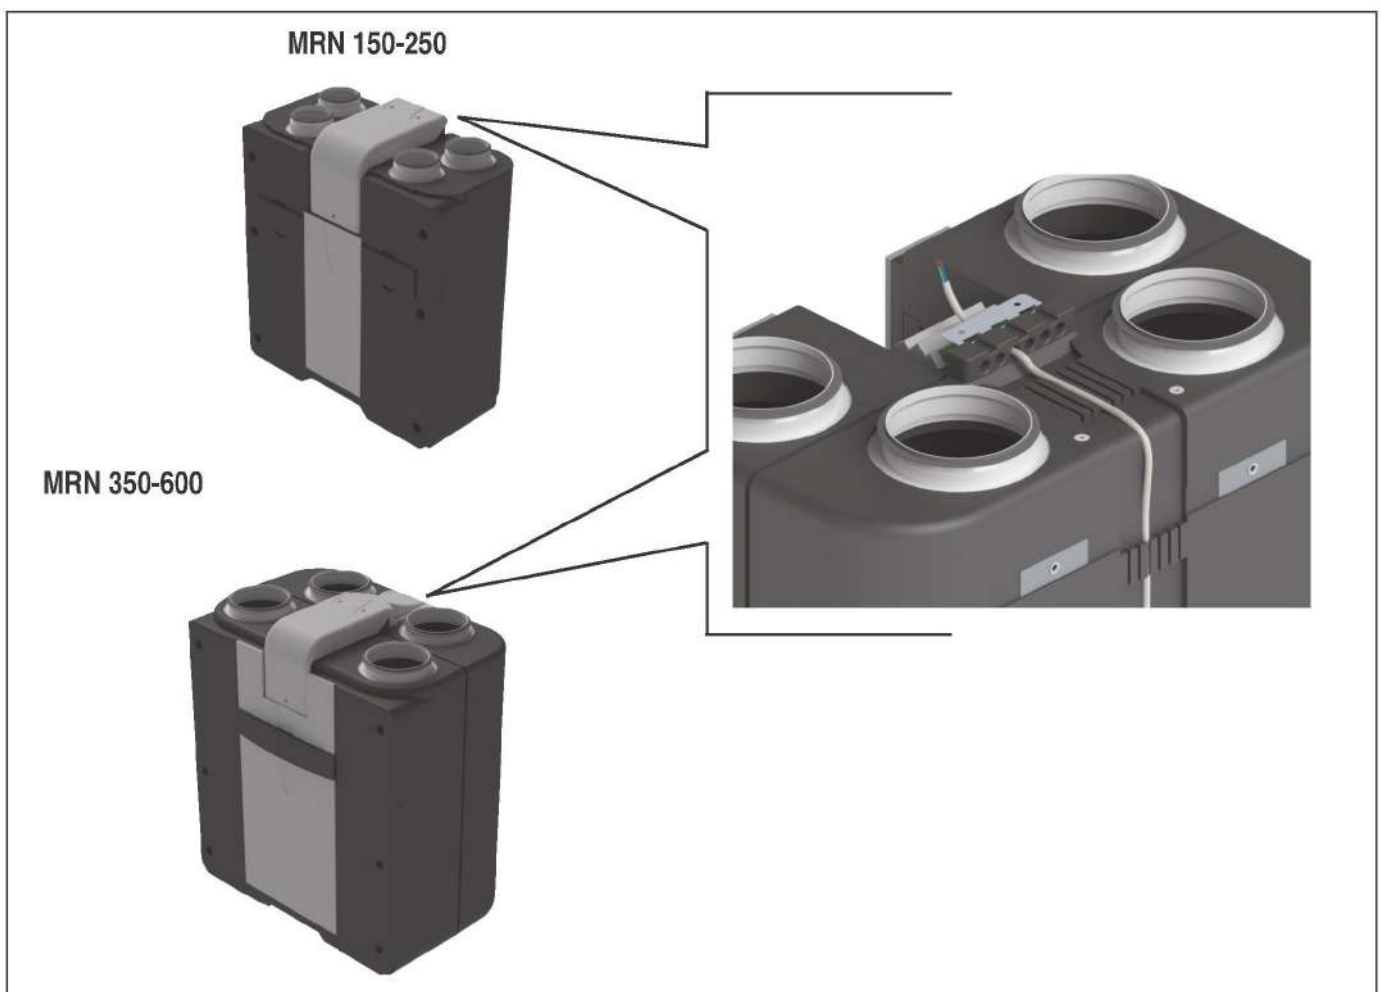

Fig.15
- Prima di mettere in funzione il dispositivo controllare la perfetta integrità dei vari componenti e dell'impianto elettrico a cui va collegata (Fig. 15).
- *Before starting the device, check that the various components and the electrical system the device is connected to are in perfect order (Fig. 15).*
- Per le connessioni tra unità base ed accessori impiegare i pressacavi posti sul lato dell'unità (Fig. 15).
- For the connections between the basic unit and its accessories, use the glands on the connection side of the unit (Fig. 15).